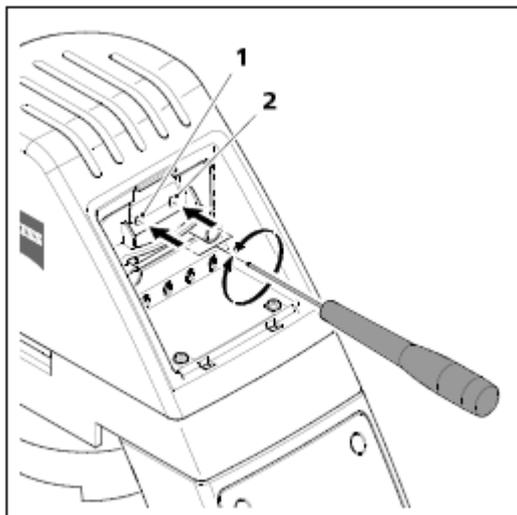

图 18 将卤素灯泡定中心
- 如果背景照明不均匀，请将卤素灯泡定中心。为此，用六角螺丝刀 SW 2.5 稍微旋转这两个螺丝（图 18/1 和 2）